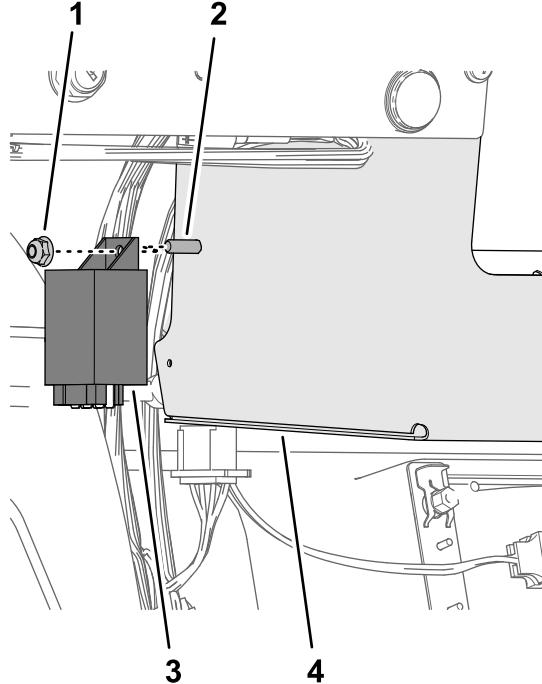

Figure 21
4. Montez la centrale clignotante CE sur le boulon à embase avec un contre-écrou à embase (1/4"), et serrez à la main (Figure 21).